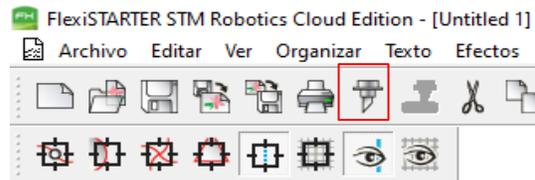

Figura 3.2
2. Seleccionar la opción Cortar/Plotear que se encuentra en la barra de herramientas (Figura 3.2).